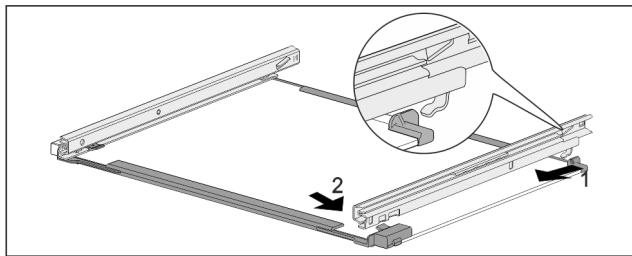

Fig. 72 Steklena plošča z vodili
- Vodilo obesite na kavelj na zadnji strani. Fig. 72 (1)
- Vodilo zaskočite na sprednji strani. Fig. 72 (2)